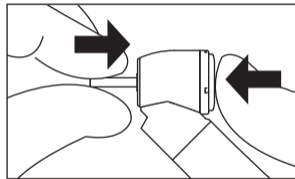

Fig. 5
- 1) Inserte la fresa hasta que esté correctamente colocada. (Fig. 5)